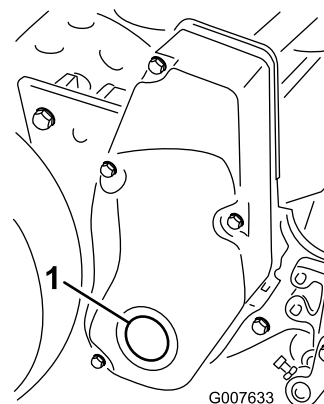

Figura 58
1. Retire a vela na cobertura da transmissão do cilindro direito (Figura 58).